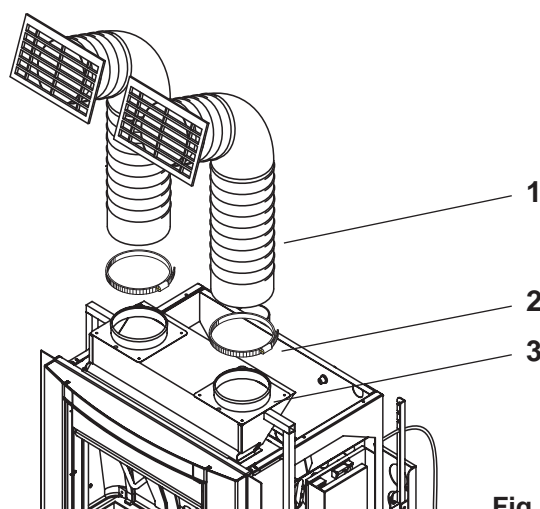

Fig. 6.4.1
Prendre les bouts du tuyau flexible et allonger celui-ci en l'accompagnant d'un mouvement rotatoire (Fig. 6.4.1).
Fixer le tuyau (1) aux colliers (3) à l'aide des bandes de serrage (1) (Fig. 6.4.1).